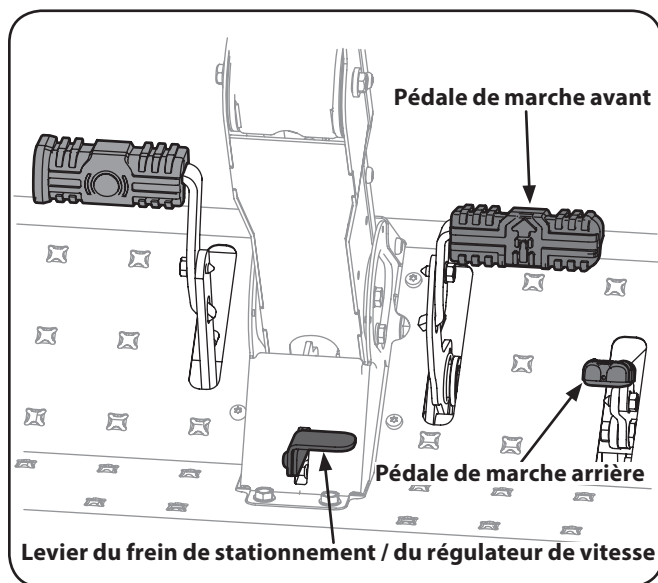

Figure 5-1
2. Pour vous déplacer en marche avant, appuyez doucement sur la pédale de marche avant jusqu'à ce que vous atteigniez la vitesse désirée. Voir Figure 5-1.
6. Pour vous déplacer en marche arrière, regardez d'abord derrière vous et appuyez ensuite doucement sur la pédale de marche arrière avec l'avant du pied (et NON avec le talon) jusqu'à ce que vous atteigniez la vitesse désirée. Voir Figure 5-1.